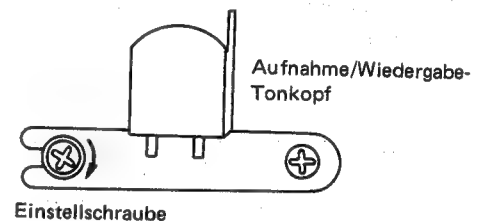

Abbildung 22.
5. Beim Abspielen des Testbandes (mit 6,3 kHz-Signal aufgezeichnet) die (in Abb. 22 gezeigte) Azimuteinstellschraube auf den maximalen Wiedergabeausgang einstellen. Beim Einstellen dieser Schraube ist darauf zu achten, sie im Uhrzeigersinn zu drehen und nach der Einstellung ein Schraubensicherungsmittel aufzutragen.